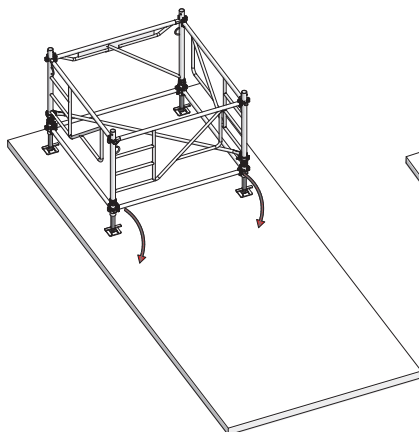

Fig. 15.1
La surface de montage doit être plane (Fig. 15.1).
2. Basculer l'ensemble (niveau 1 et socle) de 90° (Fig. 15.1). Poser ensuite les autres niveaux. Relever la tour une fois qu'elle a atteint sa hauteur finale.